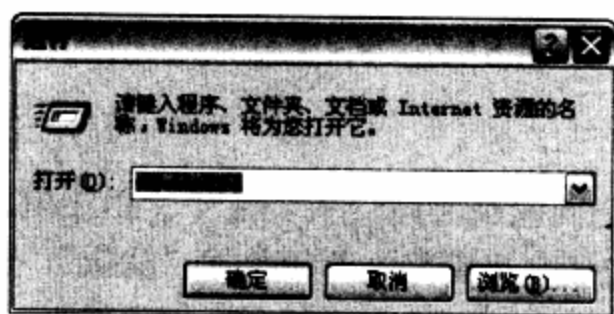

图12-11 运行对话框
**步骤 02** 单击“开始”→“运行”命令，输入“winword/a”命令符，单击“确定”按钮。如图12-11所示。